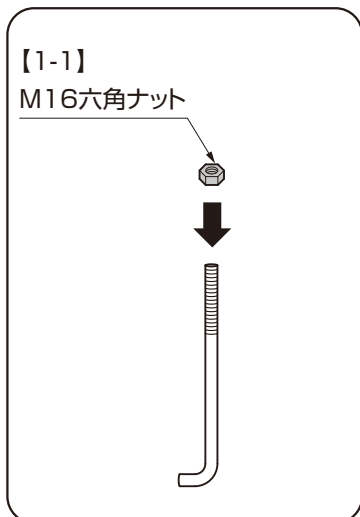

図2-1
- ① M16×300基礎ボルトに、【1-1】をネジ部の一番下まで取付けてください。(図2-1参照)
- ② 【1-1】を取付けたM16×300基礎ボルトに、プレートAを差込んでください。